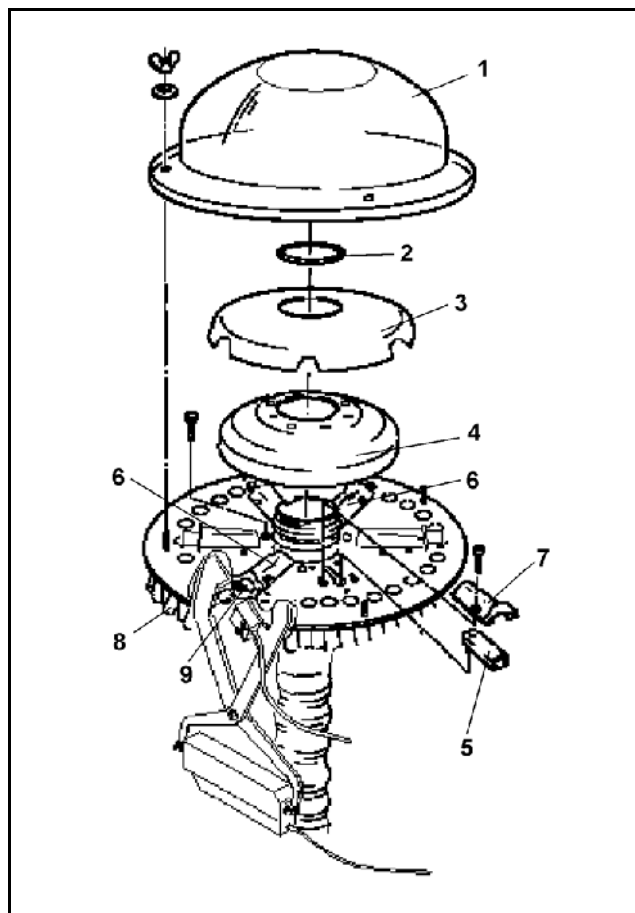

Fig. 70
Ved levering av maskinen er kjøresporkoblingen innstilt på den sporvidden som du har spesifisert for din pleietraktor. Dersom det, f.eks. ved nyanskaffelse av pleietraktor blir nødvendig å stille inn kjøresporkoblingen på sporvidden til den nye traktoren, må såfrøledningsrørene (Fig. 70/8) på fordelerhodet byttes ut med hverandre. Påse at kjøresporlabbene er tilsluttet de utløpene som kan stenges av skyverne (Fig. 70/9).
- Demonter utvendig fordelerhette (Fig. 70/1)
- O-ring (Fig. 70/2)
- innvendig fordelerhette (Fig. 70/3) og skumplastinnsats (Fig. 70/4).
Det kan monteres inntil 6 skyvere. To skyvere (Fig. 70/6) skal alltid monteres slik at de står overfor hverandre på grunnplaten. For montering hhv. demontering av en skyver (Fig. 70/5) må skyvertunnelen (Fig. 70/7) fjernes.
Skyvere (Fig. 70/5) som ikke benyttes skal settes omvendt inn i boringen (parkeringsstilling).